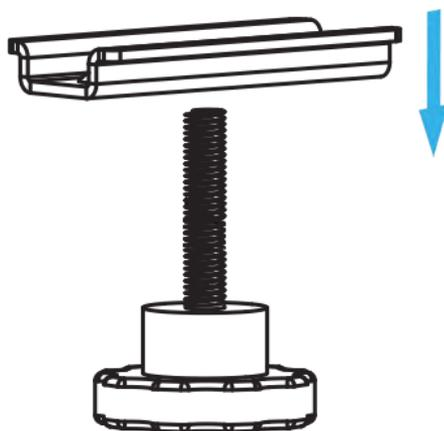

Figure 6
4. Remettez la **Plaque de Serrage** en place sur la **Poignée**. (Figure 6)